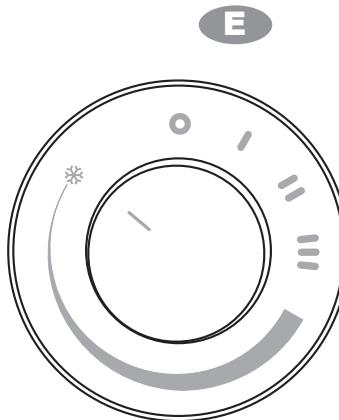

fig. 6
- Zur Aktivierung der FROSTSCHUTZFUNKTION drehen Sie den Drehgriff so, dass der Anhaltspunkt "I" auf dem Symbol "*" auf dem Steuerpanel (Abb.6) steht.
- Para activar la función ANTICONGELACIÓN, gire el mando de tal forma que la referencia " I " quede alineada con el símbolo "*" del panel de mandos (Fig. 6).